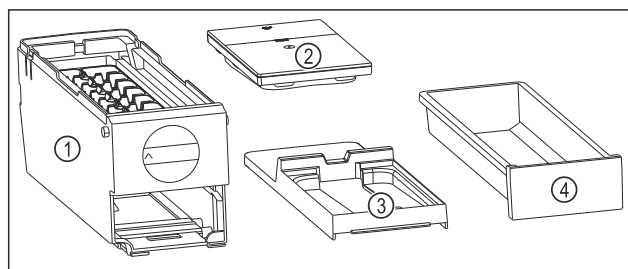

Fig. 123 Составные части EasyTwist-Ice
- ▶ EasyTwist-Ice разобран на четыре части. (см. Fig. 123)
- ▶ Разбирайте EasyTwist-Ice только на составные части, представленные на рисунке. (см. Fig. 123)
- ▶ Очищайте корпус EasyTwist-Ice Fig. 123 (1) как цельное устройство.